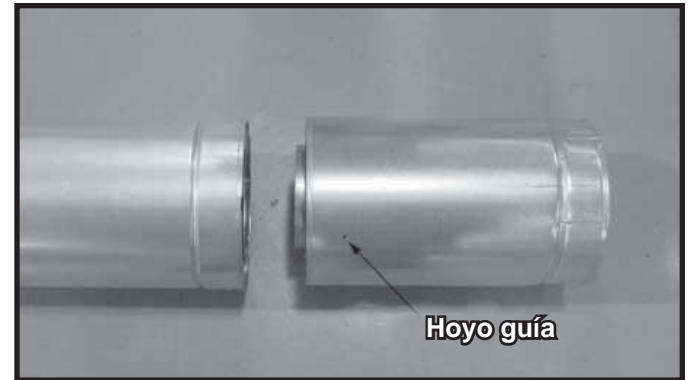

Figura 8.6 Hoyo guía de la sección ajustable
- Coloque el tubo interno de la sección ajustable dentro del tubo interno de la sección fija y el tubo externo de la sección ajustable dentro del tubo externo de la sección fija. Consulte la Figura 8.6.